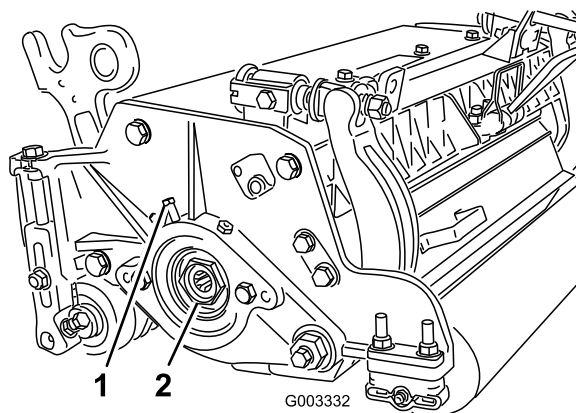

Figure 24
- A. Desserrez la vis extérieure qui fixe l'écrou de réglage au logement de roulement situé sur le côté gauche du plateau de coupe (Figure 24).